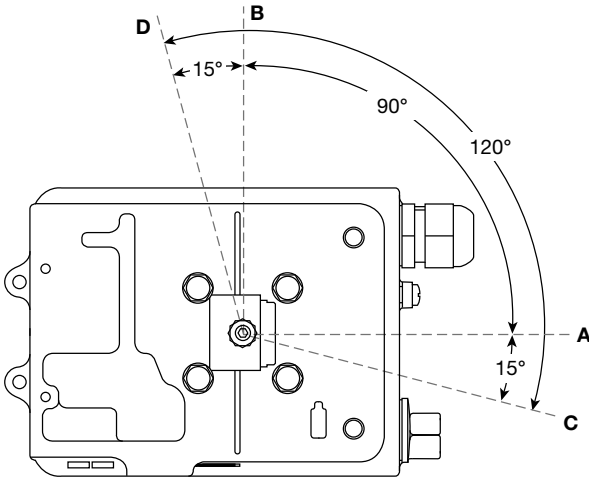

图23 从定位器底部看- 顺时针旋转执行器磁铁方向
5.3.2 如图23和24所说明，调整磁铁方向，拧紧螺母将磁铁固定到位。磁铁和定位器之间要有5-14mm的距离。
顺时针方向旋转的执行器参考图23。